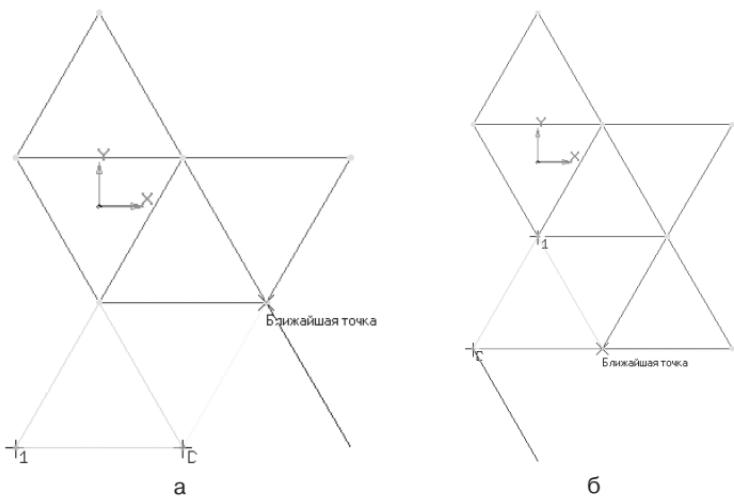

Рис. 386
- кнопка переключения – Редактирование, команда – Поворот. На панели Свойств выберите Режим – Оставлять исходный объект. Дважды поверните треугольник, как показано на рис. 386;